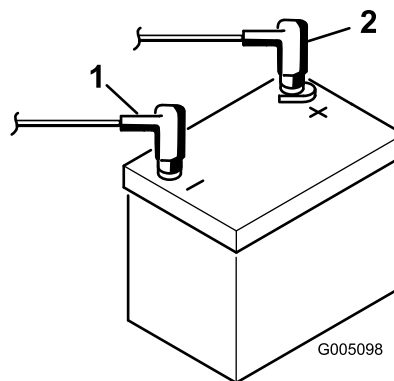

Figura 7
9. Instale o cabo positivo (vermelho) no terminal positivo (+) e o cabo negativo (preto) no terminal negativo (-) da bateria e fixe-os com os parafusos e as porcas (Figura 7). Coloque a proteção de borracha sobre o terminal positivo para evitar um curto-circuito.